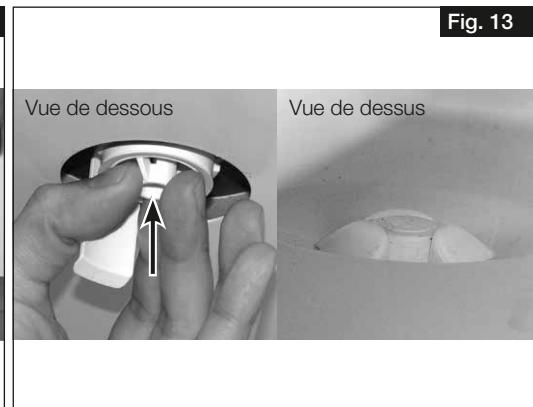

Fig. 13
2. Insérer par en dessous la pièce de fixation dans l'orifice d'évacuation des condensats, jusqu'à ce que les clips s'enclenchent au fond de la plaque métallique (voir Fig. 13).